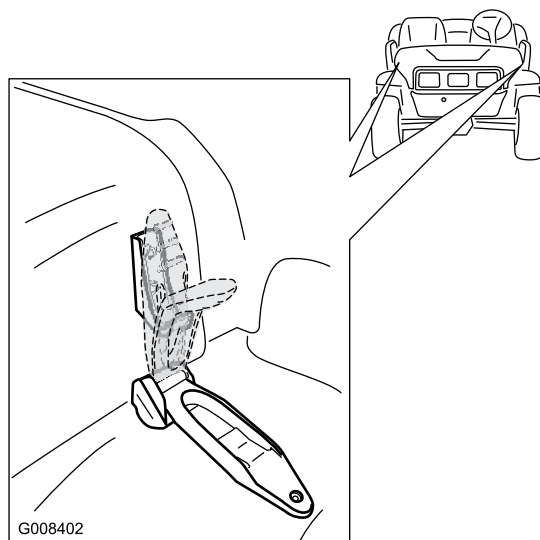

図 25
1. フードの両側についているゴム製ラッチのハンドルを上げる ([図 25])。
2. フードの両側で、ラッチとラッチアンカーをそろえてラッチを掛ける (図 25)。